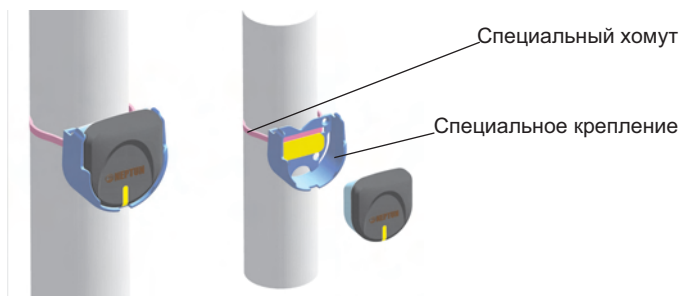

Рис. 11. Установка радиодатчика на трубы.
- На трубе с помощью *специального хомута* и вышеописанного *специального крепления*. В этом случае датчик фиксирует протечки, которые возникают на стояках труб (рис.11.).